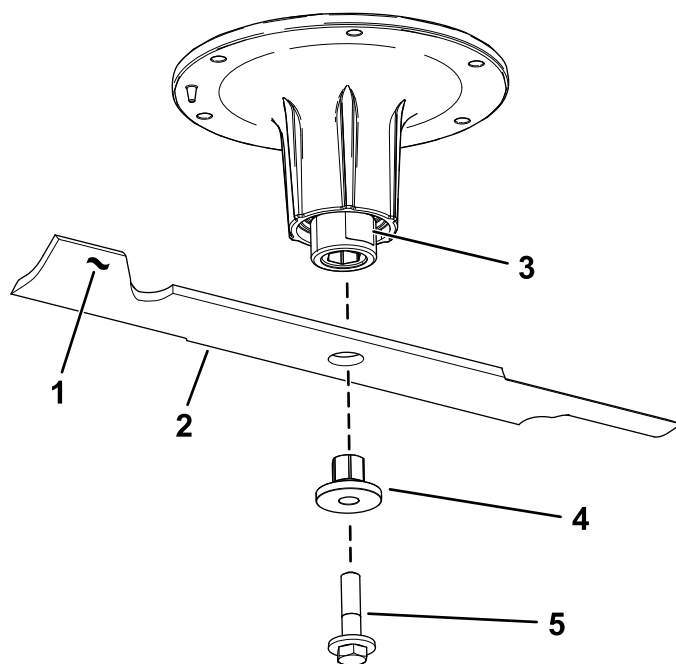

図 76
2. スピンドルのシャフトからブレードボルト、ブッシュ、ブレードを取り外す図 76。